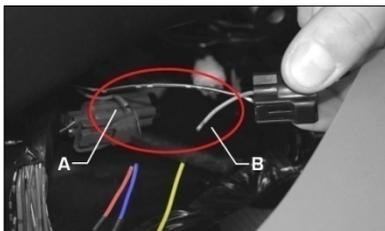
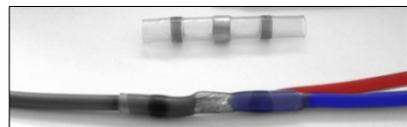

Fig 1
Fig.2
6. Interrompere il polo positivo di una delle bobine (o iniettori) in modo da ottenere due capi del filo. (fig.1)
7. Collegare il filo rosso e il filo blu del GRIPONE PRO II al capo A (fig. 1) tramite il terminale termo restringente in dotazione. (fig. 2)
9. Interrompere il polo negativo di un'altra bobina (o iniettore) ottenendo nuovamente due capi A e B (fig. 1). Non utilizzare la stessa bobina scelta nei punti 6, 7, 8 e 9.